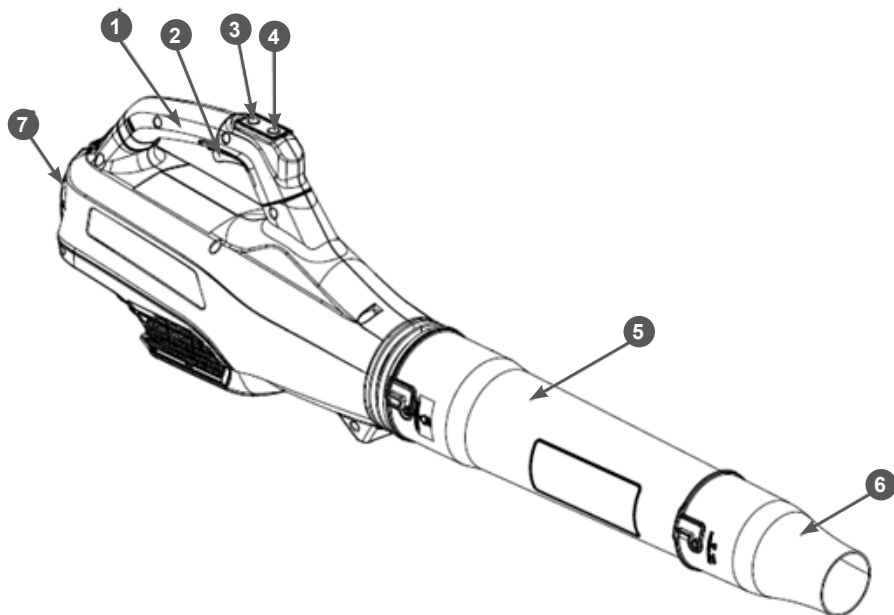

Рис. 1 Основные узлы и органы управления
Основные узлы и органы управления воздуходувки показаны на Рис. 1
2. Установите напорную трубу 5 и насадку 6 высокого давления как показано на Рис. 1.
5. Проверьте исправность органов управления 2,3,4 (Рис. 1).
Чтобы включить воздуходувку, нажмите на выключатель 2 (Рис. 1). Для выключения отпустите выключатель.
2. Если скорость воздушного потока недостаточна, то нажатием кнопок 3 или 4 (Рис. 1) выберите режим **ВЫСОКАЯ СКОРОСТЬ** или **ТУРБО РЕЖИМ**.